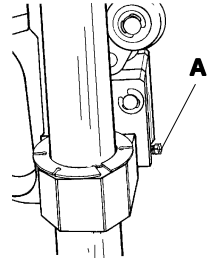
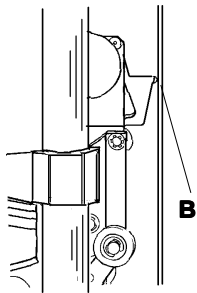

Figure 24
FIGURE 25
2. The **ROCKER ARM ADJUSTING SCREW (A)** in **Figure 24** determines the "at rest" position of the **ROCKER ARM**; that is, the position of the cutting tools when the **SHORT THUMB LEVER** is not depressed. Set this screw so the glass cutting wheel is about .020" (1/2mm) from the vertical extrusion of the machine. You may judge this by looking from the right side, **Figure 25 (B)**. The wheel should not enter the groove, but should be close enough to contact the thinnest glass to be cut. This position of the **ROCKER ARM** will also insure the mat/mount board blade will enter the groove, but not touch the aluminum at the bottom of the groove.
2. Mit der **Kipphebeleinstellschraube (A)** in **Abbildung 24** wird die Ruheposition des **Kipphebels** festgelegt. Die Ruheposition ist Position des Schneidewerkzeugs wenn der kurze Hebel nicht niedergedrückt ist. Die Schraube sollte so eingestellt werden, daß das Glasschneiderädchen ca. 0,5 mm von dem vertikalen Preßprofil der Maschine entfernt ist. Diese Einstellung können Sie vornehmen, wenn Sie von der rechten Seite her hineinsehen, **Abbildung 25 (B)**. Das Rädchen sollte nicht in die Einkerbung hineinreichen, aber so knapp wie möglich darüber sein, um auch die dünnste Glasscheibe schneiden zu können. Diese Position des **Kipphebels** wird auch sicherstellen, daß die Passepartout/Karton Klinge in die Kerbe hineinstehen wird, aber nicht das Aluminium auf der Bodenfläche der Kerbe berühren wird.
2. La **VIS DE RÉGLAGE DU BALANCIER À COULISSE (A)** dans la figure 24 détermine la position "au repos" du **BALANCIER À COULISSE**, c'est-à-dire la position des outils de coupe lorsque l'on n'appuie pas sur le **LEVIER DE TAQUET COURT**. Réglez la vis de manière à ce que la molette de coupe de verre soit à environ 1/2 mm (0,020 po.) de l'extrusion verticale de la machine. Vous pouvez juger de la distance en regardant du côté droit, **Figure 25 (B)**. La molette ne devrait pas entrer dans le rail mais devrait être suffisamment près pour entrer en contact avec le verre le plus fin devant être coupé. Cette position du **BALANCIER À COULISSE** devrait également assurer que la lame pour couper les panneaux de montage ou les encadrements entrera dans le rail mais ne touchera pas l'aluminium au fond du rail.